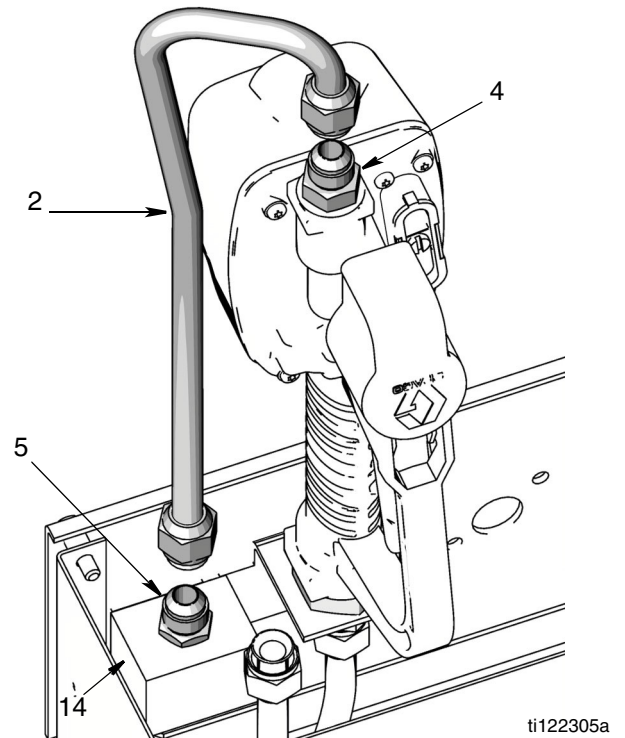

ABB. 16
6. Bringen Sie das Fluidauslassrohr (2) am Anschlussadapter (5) am Verteiler (14) und am Fluidauslass-Anschlussstutzen (4) an (ABB. 16). Ziehen Sie beide Anschlussstutzen fingerfest an, bis sie sicher angebracht sind. Ziehen Sie sie dann mit einem Schraubenschlüssel fest.